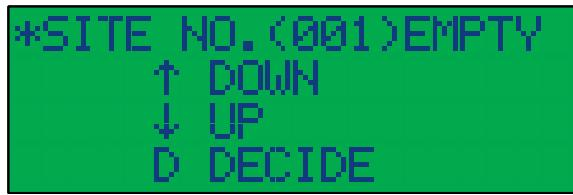

図 6.3-1 SITE 選択画面
- ・CTS-02V4 が起動すると、最初に測定装置のバージョン情報、内部時計の時刻、設定したパラメータなどが表示され、SITE 選択画面(図 6.3-1)に移行します。この状態が初期状態となります。